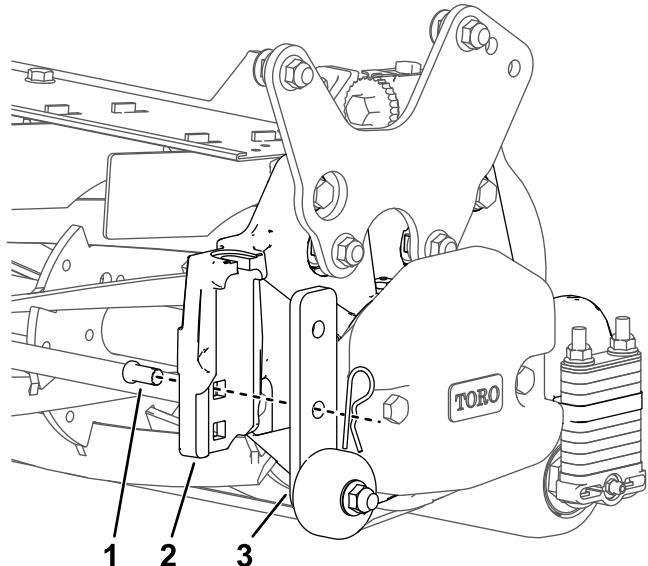

図 19
- カッティングユニットを作動位置まで上げてから、ショップローラブラケットを上位置にする図 19。